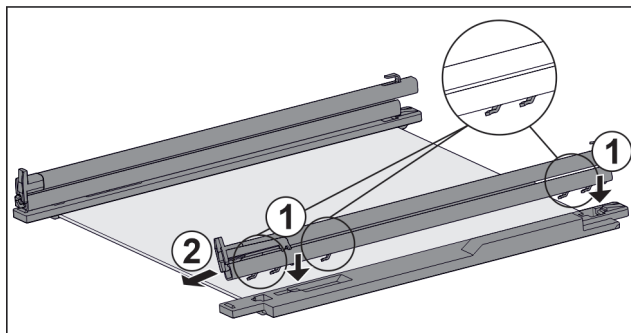

Fig. 130 Скляна пластина з рейками та деталями для підтримки
- ▶ Одягти гаки рейки на отвори **лівої** деталі для підтримки. Fig. 130 (1)
- ▶ Потягніть рейку вперед. Fig. 130 (2)
- ▶ Одягти гаки рейки на отвори **правої** деталі для підтримки. Fig. 130 (1)